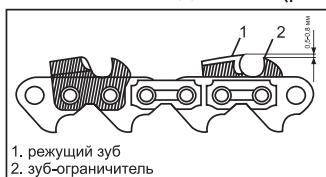
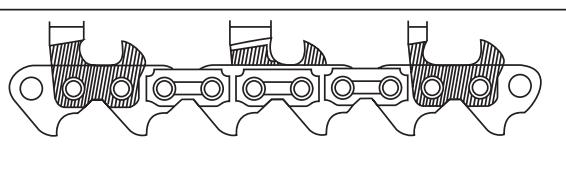

рис.3
рис.4
6.3 Веноцеписостоитиздвухзубьев: режущего зуба из зуба-ограничителя (рис.3). Насколько эффективно будет происходить процесс пиления зависит от разницы в высоте между режущим зубом и зубом-ограничителем. Оптимально, когда режущий зуб выше зуба-ограничителя на 0,5 – 0,8 миллиметра.
Заточку цепи необходимо начинать с заточки режущих зубьев 1 (рис. 3) Затачивайте зубья равномерно, вначале каждый второй зуб с одной стороны, потом каждый второй зуб с противоположной стороны. Длина режущих зубьев должна быть одинаковая, различная длина не допускается и может привести к нежелательным последствиям (рис. 4).